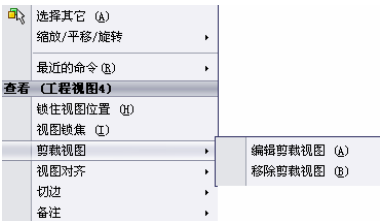

图 14-59 系统快捷菜单
(2) 剪裁后的视图可以恢复为原来的形状。右键单击剪裁后的视图，此时系统弹出如图 14-59 所示的系统快捷菜单，在“剪裁视图”的子菜单中选择“移除剪裁视图”即可。